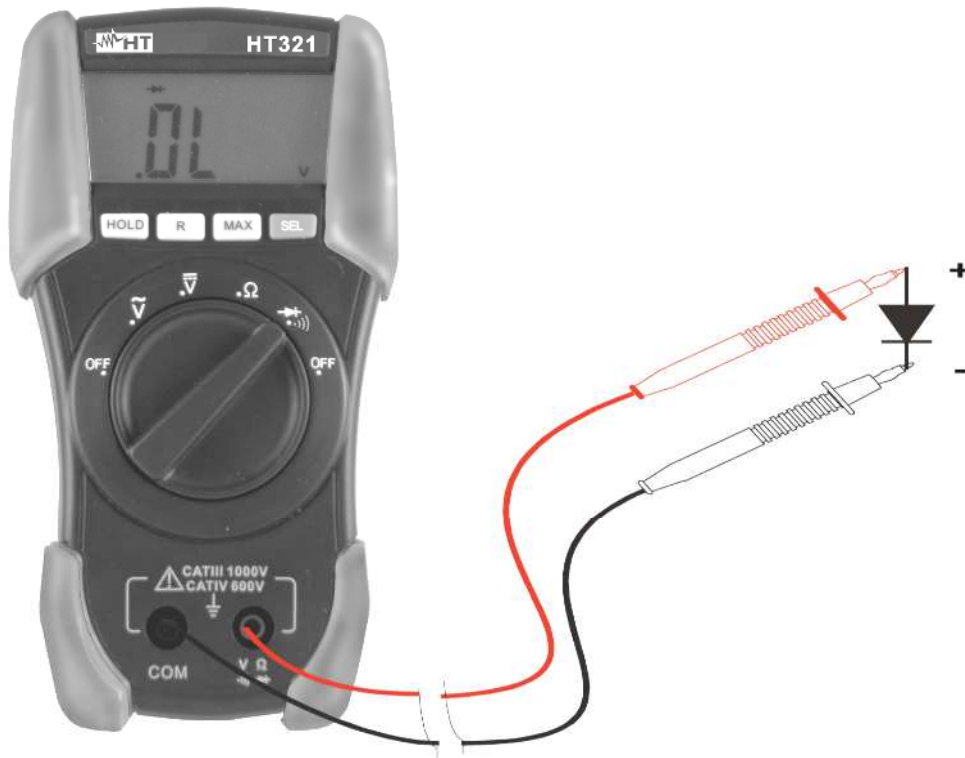

Abb. 6: Diodentest
2. Verbinden Sie die Messleitungen wie folgt: die rote Messleitung in $\text{V}\Omega \rightarrow \text{diode symbol}$ (für HT321) / $\text{V}\Omega \rightarrow \text{diode symbol}$ (für HT322) und die schwarze Messleitung in (s. Abb. 6).